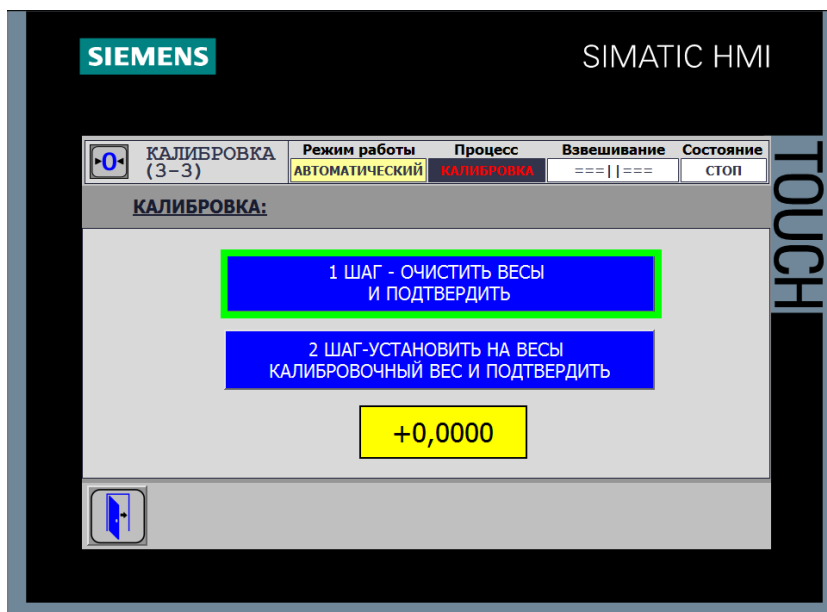

Рис.46
1. Требуется очистить оборудование от продукта и нажать кнопку «1 ШАГ – ОЧИСТИТЬ ВЕСЫ И ПОДТВЕРДИТЬ» (рис.46).